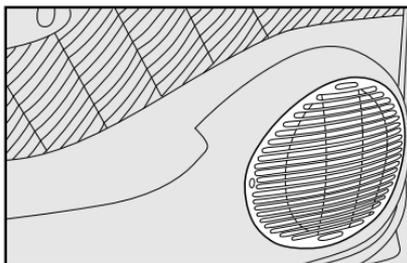

fig. 67
- Altoparlantes en las puertas delanteras (**fig. 67**).